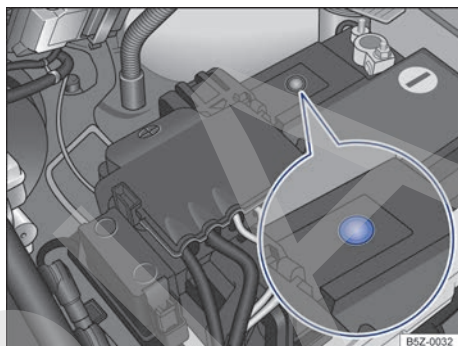

Fig. 160 En el compartimento del motor: ejemplo de posición del visor en el lado superior de la batería del vehículo.
- El visor redondo → fig. 160 en la parte superior de la batería del vehículo cambia de color dependiendo del nivel del electrolito.